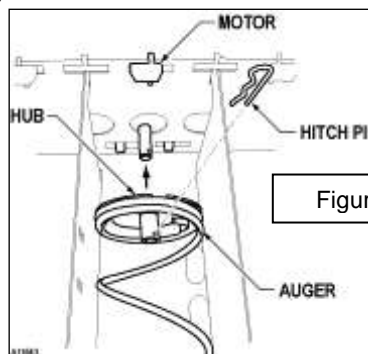

Figure 6g
1. Remove hitch pin. See Figure 6g.